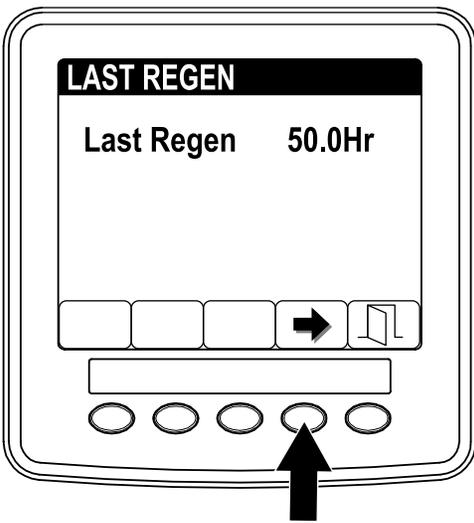

Figure 35
3. Dans le champ LAST REGEN (Figure 35), entrez le nombre d'heures de fonctionnement du moteur depuis la dernière régénération commandée, en stationnement ou d'urgence.